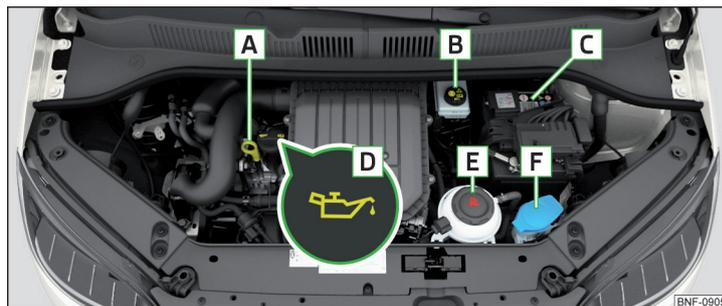

Fig. 139 Ejemplo de orden en el vano motor
- ▶ Desenrosque el tapón de la boca de llenado de aceite de motor **D** » fig. 139 de la pág. 122.